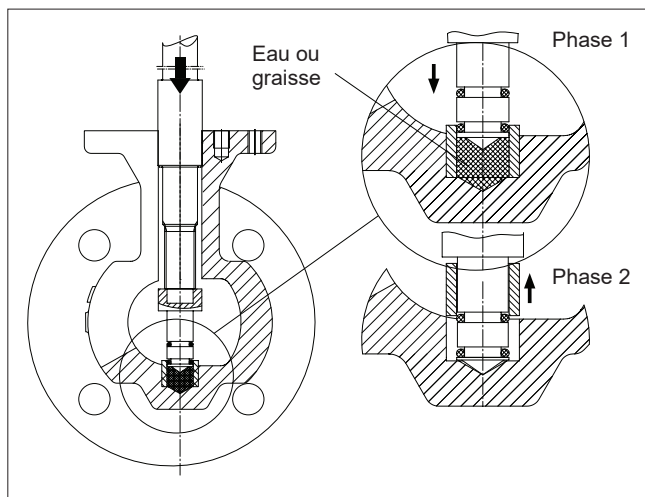

Fig. 17 Retrait du palier inférieur
- Déposez la vanne de la tuyauterie et démontez la garniture (69) tel que décrit ci-dessus (cf. Section 4.3).
- Retirez les ergots de verrouillage de la douille (2) et dévissez cette dernière à l'aide d'un outil spécial. Reportez-vous au plan en coupe et à la nomenclature à la Section 10. L'outil spécial peut être commandé directement auprès du fabricant.
- Retirez le joint arrière (63) et dévissez le siège (7) du corps de la vanne.
- Desserrez les écrous (17) du chapeau. Extrayez le chapeau et retirez le joint de chapeau (66) depuis le dessous du chapeau.
- Extrayez la tige (5) du corps (1).
- Retirez l'obturateur (3) du corps à travers l'ouverture d'écoulement.
- Retirez le palier supérieur (15) du corps à travers le logement de tige, en le martelant légèrement à l'aide d'une barre adaptée. **N'utilisez pas la tige pour cette opération !**
- Retirez le palier inférieur à l'aide d'un outil spécial et en vous aidant de l'axe d'entraînement. Préparez l'outil comme illustré à la Fig. 17. Frappez délicatement l'extrémité de l'axe à l'aide d'un maillet souple. Le palier se sépare.